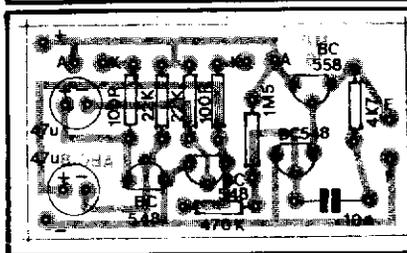
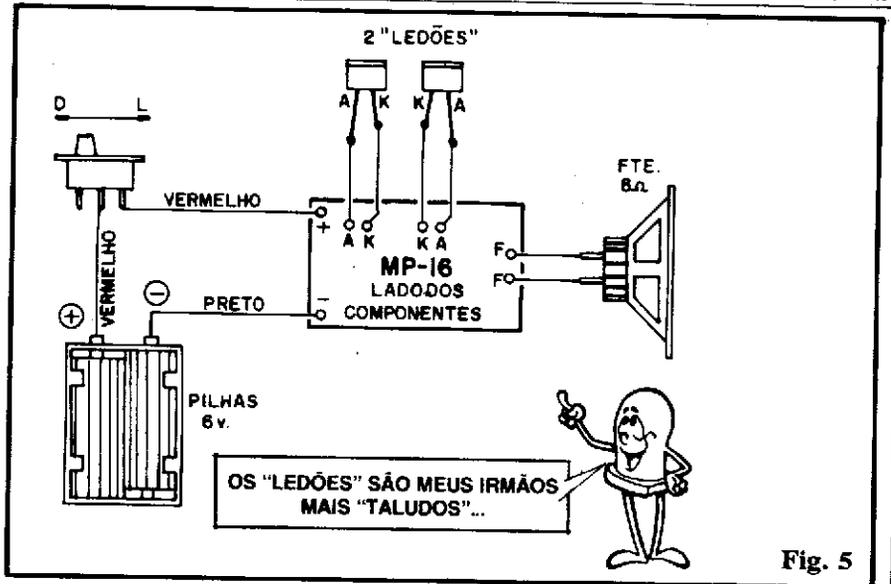

Fig. 4
Fig. 5
- FIG. 4 - O “outro lado” (não cobreado...) da placa, já com todas as principais peças posicionadas. É o que chamamos em ABC de “chapeado” (essa é uma denominação “arqueológica”, que vem dos tempos das montagens em enormes e pesados chassis metálicos, com pontes de terminais...). ATENÇÃO às posições (e códigos...) dos transistores, polaridade dos capacitores eletrolíticos e valores dos resistores. Notar a existência (e codificação...) das ilhas periféricas, destinadas às conexões externas (detalhadas na próxima figura). Seguir rigorosamente **todas** as recomendações quanto às boas técnicas de soldagens e trabalhos em Circuito Im-
- FIG. 5 - Conexões externas à placa. Esta ainda é vista pelo lado não cobreado. Os componentes sobre a placa não são mostrados, para "limpar a área" (ver fig. 4, se ficarem dúvidas...). O importante aqui é observar a identificação dos terminais dos LEDs e a polaridade da alimentação, codificada pelas cores dos fios provenientes do suporte de pilhas (ATENÇÃO à chave interruptora intercalada): **vermelho** para o **positivo** e **preto** para o **negativo**, como é norma... Quanto ao comprimento dos fios que ligam as peças externas à placa, lembrar que as dimensões devem ser justamente as necessárias, sem "sobras" (e obviamente - sem "faltas"...). Não tem nada mais "feio" (e gerador de problemas eletro-mecânicos...) do que aquelas montagens com enormes "fiozões" pendurados pra todo lado. O senso estético e a organização visual são também importantes em Eletrônica... Entre duas montagens, ambas funcionais, porém uma "arumadinha" e outra "feiona", preferimos sempre a mais bonita, que de feio já chega o nosso saldo bancário...